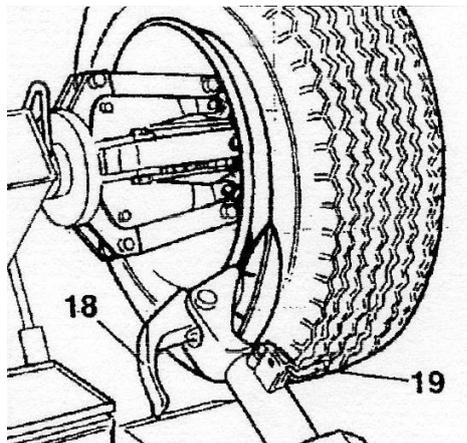

Рисунок 16
– С помощью нижней рукоятки управления (поз. 15, Рисунок 3) наклоните рычаг в нерабочее положение, переместите его и закрепите во внутреннем положении (Рисунок 16).
**Примечание:** *В ходе отжима борта можно опустить захват зажимного устройства (поз. 18, Рисунок 16), чтобы он не мешал работе.*